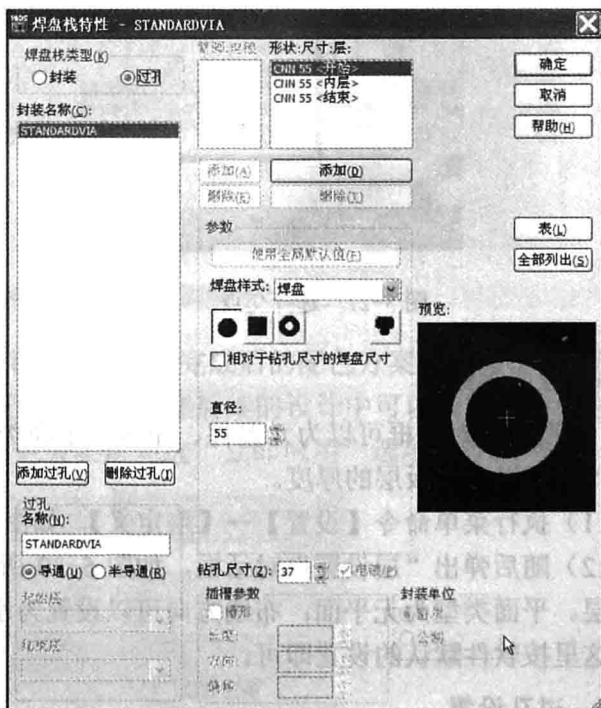

图 5-32 “焊盘栈特性”对话框
(2) 随后弹出“焊盘栈特性”对话框,如图 5-32 所示。在焊盘栈类型中选择:“过孔”。